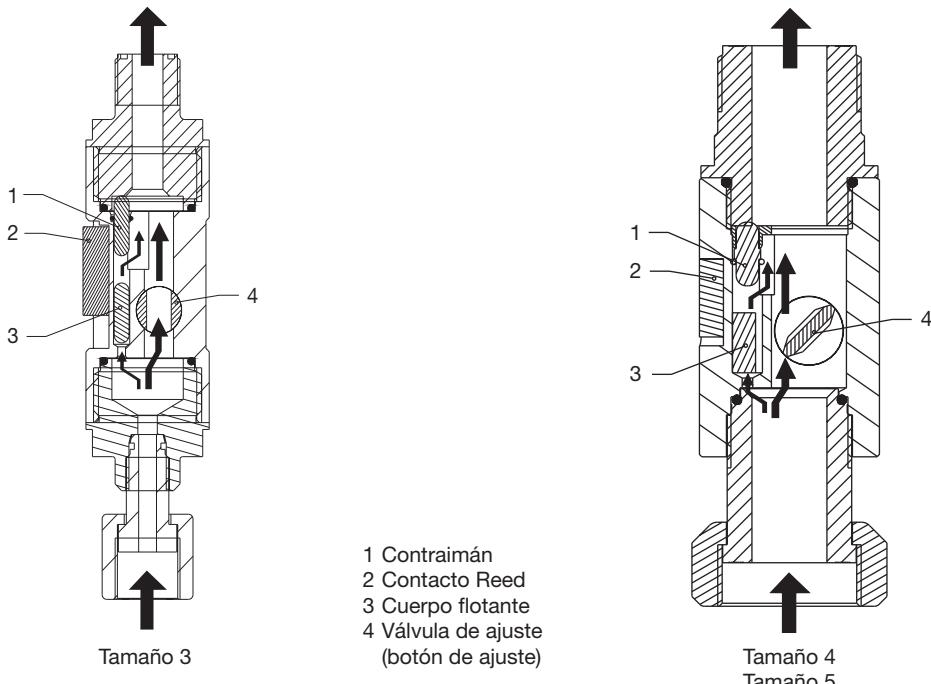

Fig. 1
El control de dosificación “Flow Control” se compone, en principio, de un tubo con cuerpo flotante (3) y un bypass de sección regulable (ver fig. 1). Mediante la sección transversal regulable (palanca de ajuste) Flow Control se puede adaptar al volumen de carrera de la bomba – se adapta su sensibilidad de reacción.
- El contacto tipo Reed debe estar fijado en la posición superior en el tamaño 3 (fig. 1)!